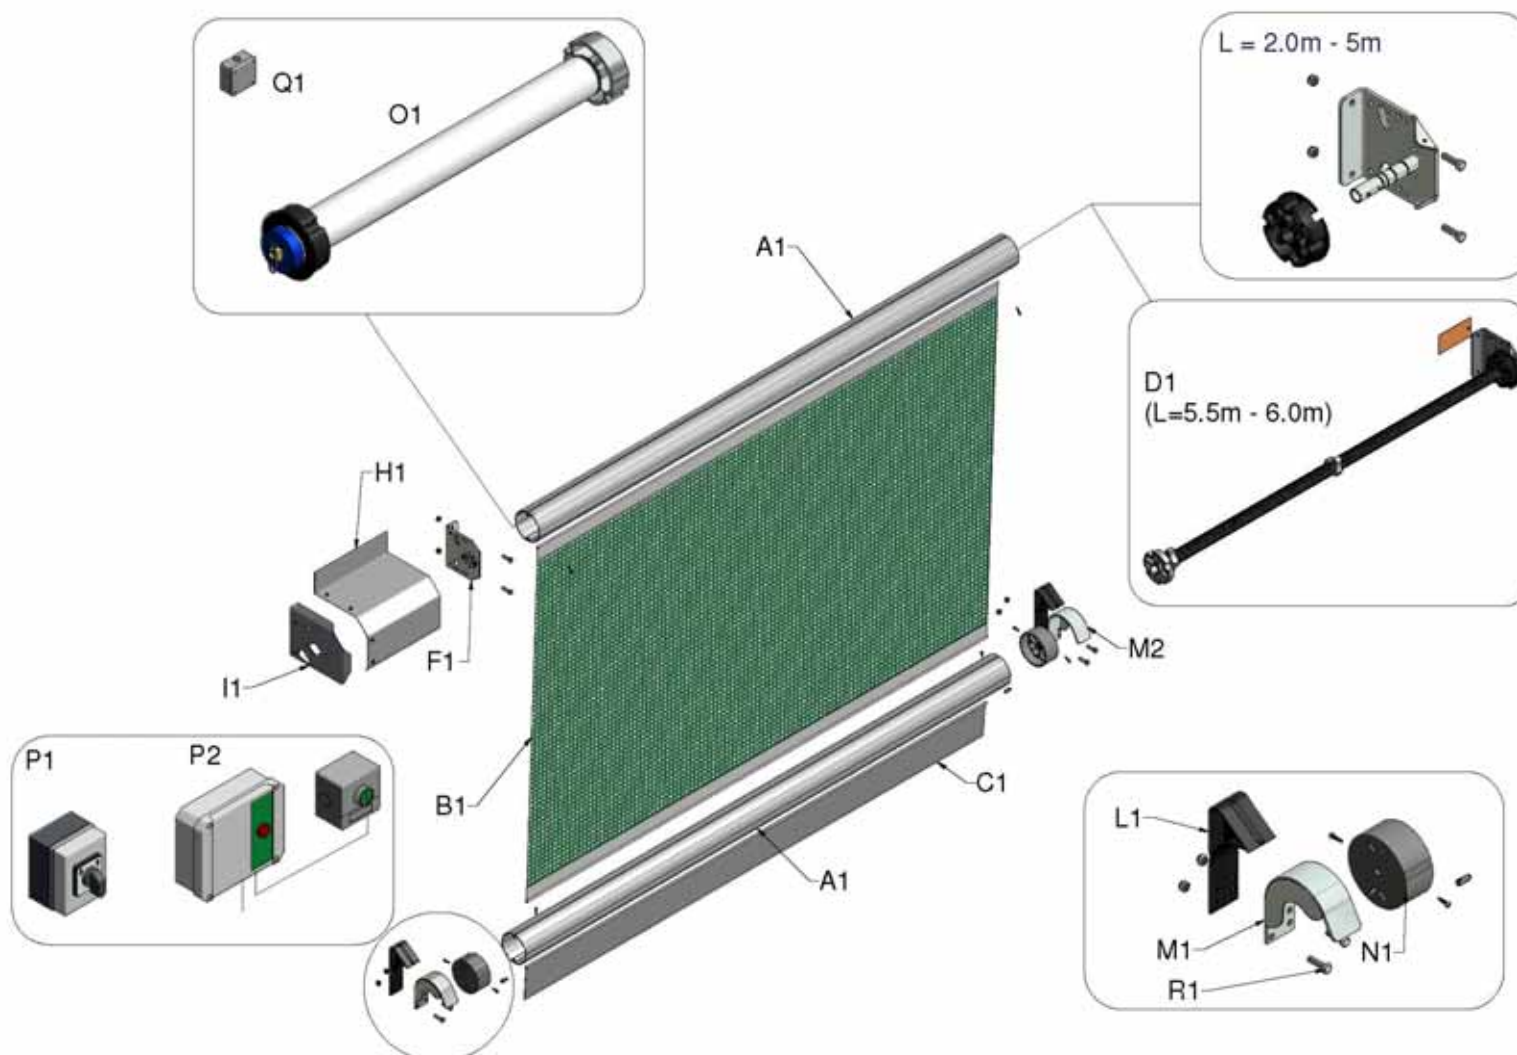

Figure 1, Vue d'ensemble du système et composants individuels
1. Vérifiez le contenu de votre porte par rapport à la nomenclature des pièces de la figure 1. Ne laissez pas le matériau de l'écran entrer en contact avec des objets ou bords coupants. Le moteur peut être monté de n'importe quel côté du tube supérieur, à titre de commodité, les dessins montrent une porte avec le moteur monté sur la gauche (extrémité motrice = côté gauche).